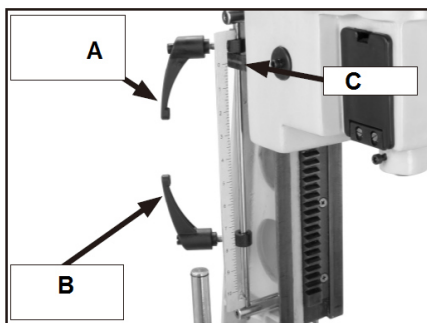

Рис. 6
Для регулировки ограничителя глубины (Рис. 6):
2. Затяните нижний ограничитель глубины напротив нижней кромки стопорной пластины (С, Рис. 6).